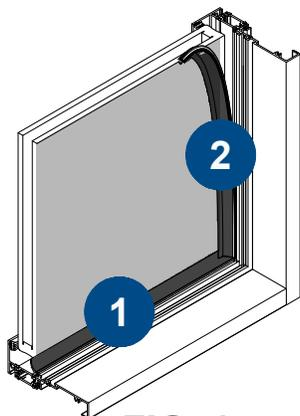

FIG. 1
- a. Répéter l'étape 3 en insérant le joint d'étanchéité à l'air vertical en veillant à ce qu'il chevauche le joint du seuil. Enfin, insérer le joint le long de la tête en veillant à ce qu'il chevauche les joints verticaux de part et d'autre. **Voir FIG. 1.**